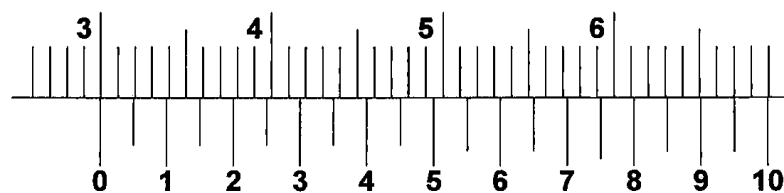

Fig.3
- 5) si misura il diametro con un calibro ventesimale, il cui nonio indica la misura raffigurata in Fig.3: il candidato descriva cosa si può desumere riguardo al rispetto della tolleranza e alla lavorazione in atto.